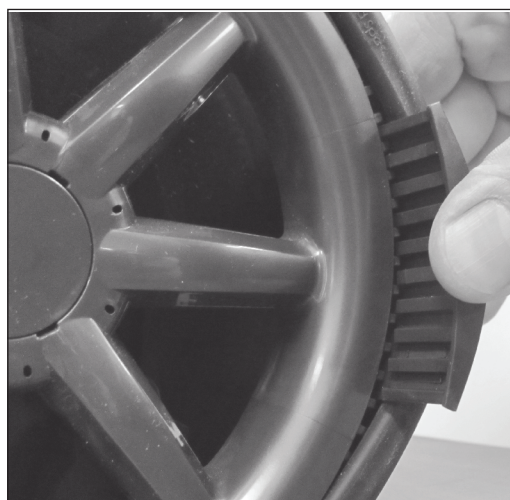

Figure 21.
1. Installer une cale dans chaque roue : Pour installer la cale, tirer le pneu en caoutchouc de la roue en plastique et insérer fermement la cale entre la roue et le pneu. La face lisse de la partie inférieure de la cale devrait être insérée en premier, de l'extérieur vers l'intérieur des roues du nettoyeur. **Voir la figure 21.** Vérifier que les rainures des roues en plastique et celles du dessous de la cale se glissent les unes dans les autres.